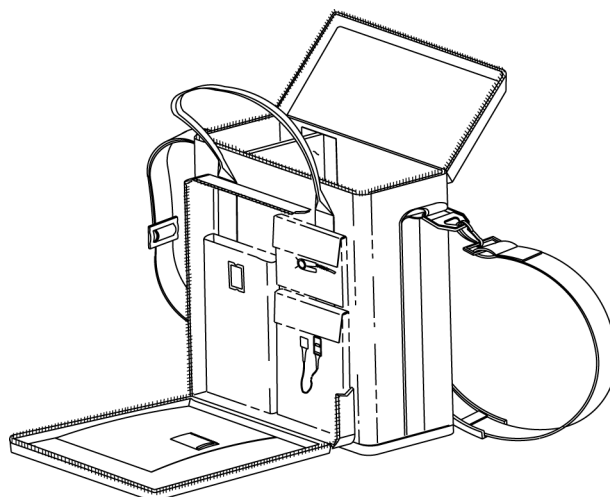

図7：ソフトサイドキャリングケース
- ソフトサイドキャリングケース。119 ページの図 7 を参照